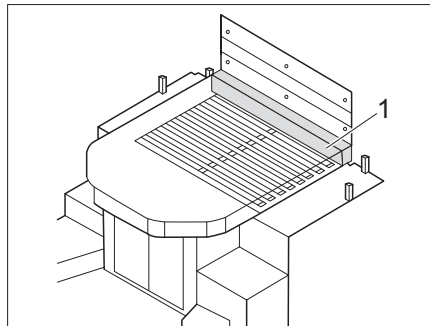

Bild 184 Bettverlängerung - Variante 1
- Zusatzmatratze (Bild 184,1) an der Stirnseite des Queensbets einlegen.